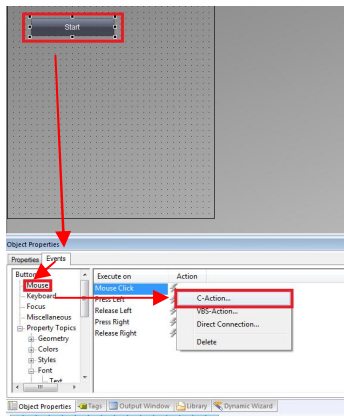
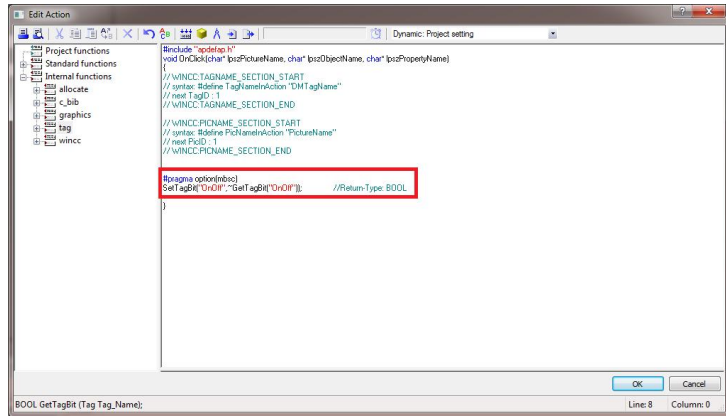

图 3-8
图 3-9
2. 添加点击操作的 **C** 脚本。选中按钮，在 **Events->Button->Mouse** 下的 **MouseClicked** 右边，右键点击闪电图标，选中 **C-Action** 为点击操作编写 **C** 脚本，如图 3-8 所示。在弹出的脚本编辑器中添加如图 3-9 所示的代码，代码实现的功能是将 **OnOff** 元素的值取反。